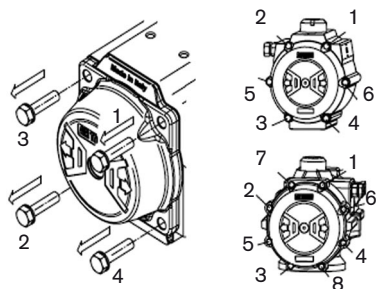

Fig. 9 : Démontage des couvercles
- Placer le joint de couvercle (pos. 14) dans la rainure,
- Mettre les couvercles sur le corps (pos. 50) et vérifier si les joints toriques restent dans la rainure,
- Mettre les vis de couvercle (pos. 13) en place et les serrer dans l'ordre (voir Fig. 9 :).